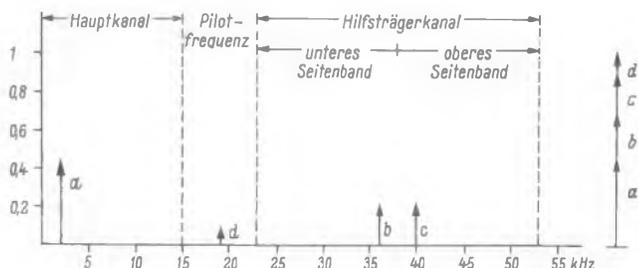

Bild 12. Aufteilung des max. Frequenzhubes auf das Summensignal, den Pilotton und das Hilfsträgersignal
4.6 Ist nur ein rechtes (R) oder linkes (L) Signal vorhanden, dann soll der durch den Hauptkanal erzeugte Frequenzhub des Hauptträgers (FM-Senders) 45 % des gesamten Hubes nicht überschreiten (a in Bild 12).
4.7 Ist nur ein rechtes (R) oder linkes (L) Signal vorhanden, dann soll der durch die Summe der Seitenbänder des Hilfsträgerkanals verursachte Frequenzhub des Hauptträgers (FM-Senders) 45 % des gesamten Hubes nicht überschreiten (b + c in Bild 12).
4.8 Unter den Bedingungen von 4.6 und 4.7 beträgt der gesamte Modulations-Frequenzhub 100 % – eingerechnet 10 % für den Pilotton (d in Bild 12).